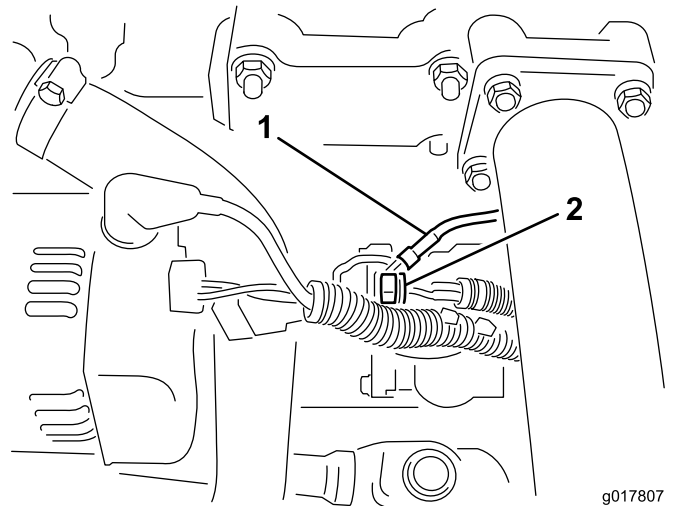

Figura 4
8. Individuate il solenoide dell'avviatore sul lato sinistro del motore. Collegate il cavo di alimentazione rosso sul cablaggio preassemblato alla parte anteriore del solenoide (Figura 4).